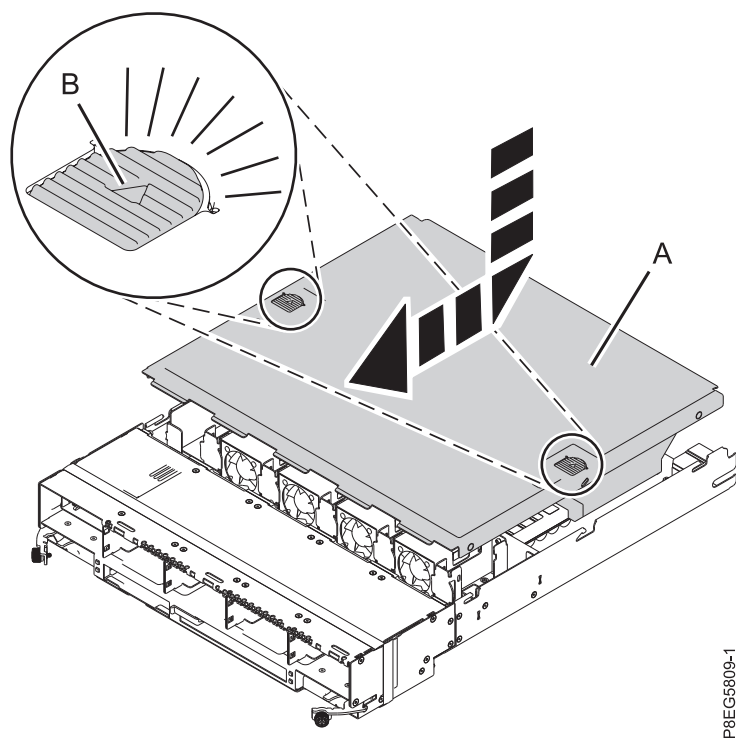

図 16. RAID アセンブリー・カバーの再取り付け
4. 15 ページの図 16に示すように、ラッチ **(B)** が所定の位置にロックするまで、RAID アセンブリ・カバー **(A)** を、示されている方向にスライドさせます。